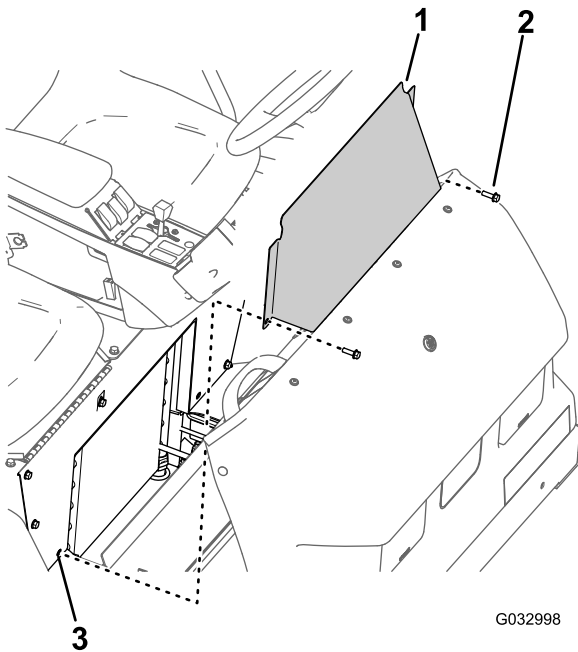

Figure 59
1. Retirez les 2 boulons à embase qui fixent le panneau d'accès à la base du siège (Figure 59).
2. Déposez le panneau d'accès à la base du siège de la machine (Figure 59).
1. Alignez les trous du panneau d'accès et les trous dans la base du siège (Figure 59).
2. Fixez le panneau d'accès à la base du siège au moyen des 2 boulons à embase (Figure 59) retirés à l'opération 1 de la section Dépose du panneau d'accès à la base du siège (page 55).